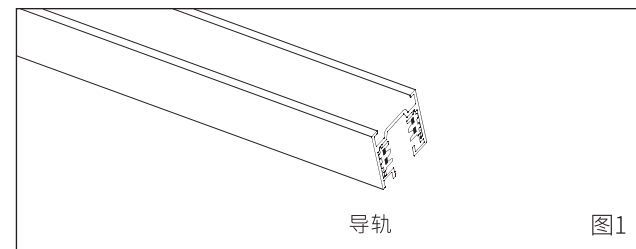

图1
- 1.本产品配用Mayalit·玛雅品牌导轨（图1）或使用在其它公司品牌具有兼容性的导轨上，配用导轨参数:输入电压：AC 220-240V 最大电流：16A 最大负载：3680W